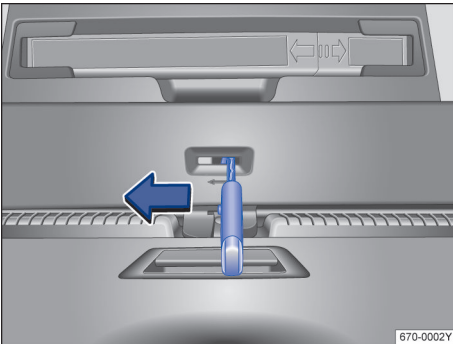

图 56 在行李厢中：行李厢盖的应急解锁机构
- 将钥匙头插入行李厢盖中的开口→图 56 并沿箭头方向按压解锁拨杆，解锁行李厢盖。